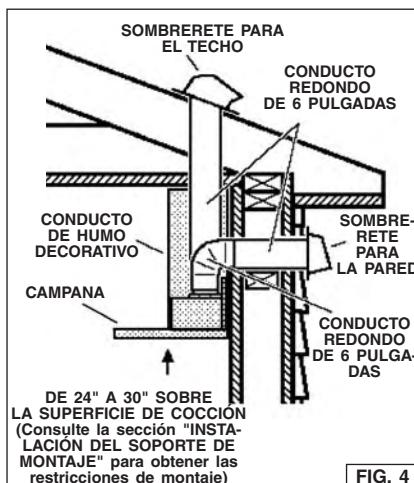

FIG. 4
1. Decida si los entubados irán entre la campana y el exterior. Fig. 4.